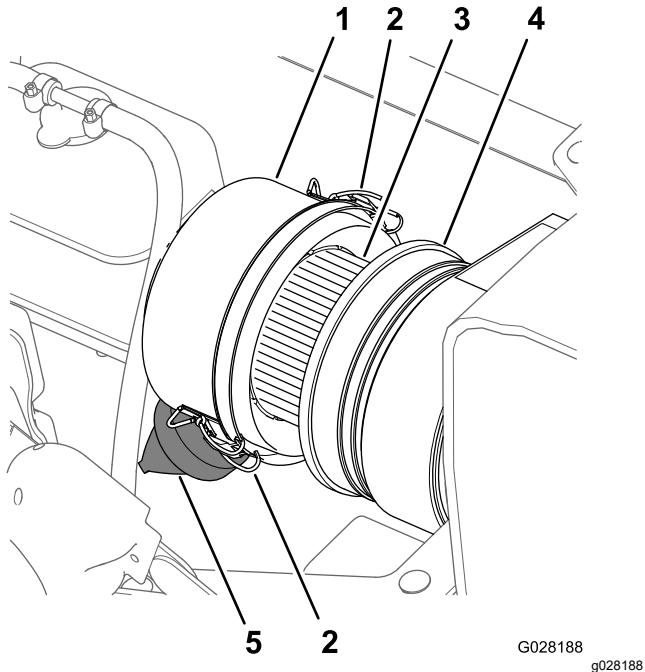
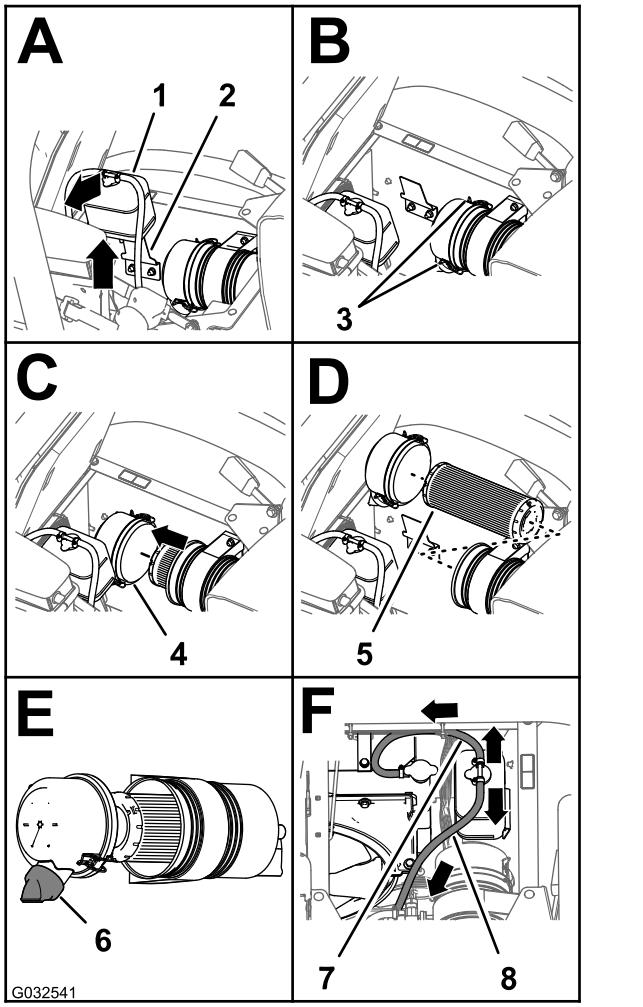

Figure 108
Figure 109
3. Nettoyez le capuchon antipoussière et le boîtier du filtre à air (Figure 108).
4. Recherchez sur le boîtier du filtre à air des dommages susceptibles d'occasionner des fuites d'air (Figure 108).
5. Pressez la valve à poussière pour éliminer les saletés, la poussière et les débris (Figure 108).
7. Vérifiez que l'élément du filtre à air ne présente pas de dépôts excessifs de poussière, saleté ou débris (Figure 108).
8. Reposez le capuchon antipoussière sur le boîtier du filtre à air et fixez-le en place avec les 2 attaches (Figure 108).
2. Nettoyez le capuchon antipoussière et le boîtier du filtre à air (Figure 108).
3. Soulevez le réservoir de trop-plein de liquide de refroidissement pour le déposer de son support (Figure 109).
4. Desserrez les 2 attaches qui fixent le capuchon antipoussière sur le boîtier du filtre à air (Figure 109).
6. Nettoyez l'intérieur du capuchon antipoussière, du boîtier du filtre à air et de la valve à poussière avec un chiffon humide (Figure 108 et Figure 109).
7. Insérez l'élément filtrant neuf dans le boîtier du filtre à air (Figure 109).
8. Reposez le couvercle sur le boîtier du filtre à air et fixez-le en place avec les 2 attaches (Figure 109).
**Remarque:** Vérifiez que la valve à poussière s'aligne bien entre les positions 5 et 7 heures vu de l'extrémité (Figure 109).
9. Placez le réservoir de trop-plein du liquide de refroidissement en face de son support et fixez solidement le réservoir (Figure 109).
**Important:** Vérifiez que le flexible de décharge de pression est dirigé vers l'avant et le bas et que le flexible d'évent du réservoir est dirigé vers l'arrière, comme montré à la Figure 109.